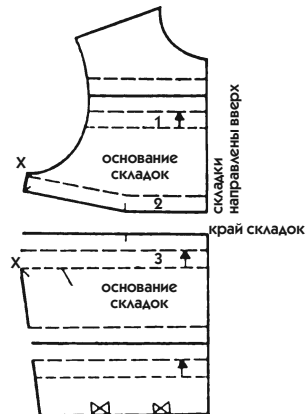

Рис. 604
- На верхней части лифа добавьте 2 ширины складки 1 (рис. 604). Внизу этой детали добавлять ничего не надо, потому что одна ширина складки уже имеется (см. засечку X на рис. 604).